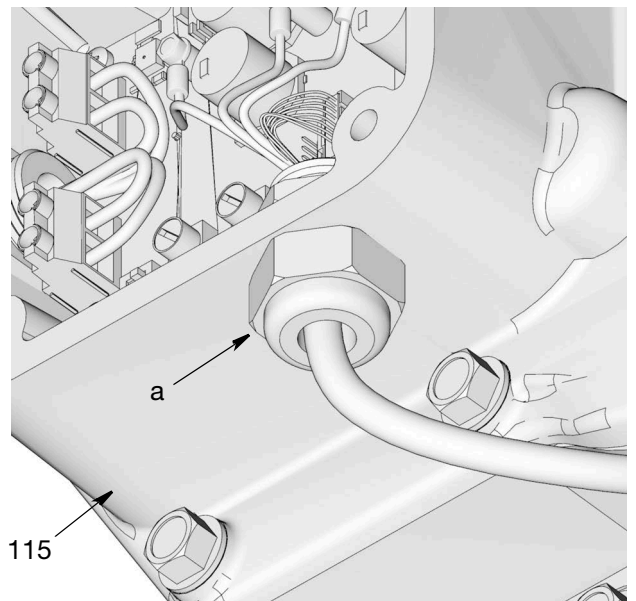

图 57
- 使用扳手松开溢放口 (a), 从壳体上拆下线束 (图 57)。